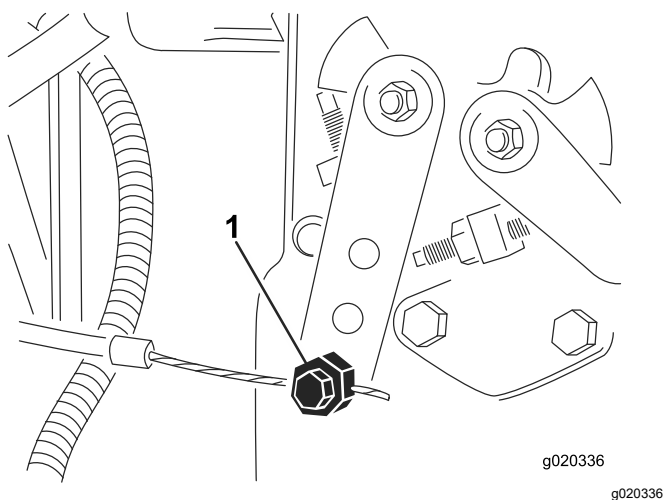

図 75
3. 噴射ポンプのレバーアーム **図 75** の部分にあるスロットルケーブルのコネクタをゆるめる。